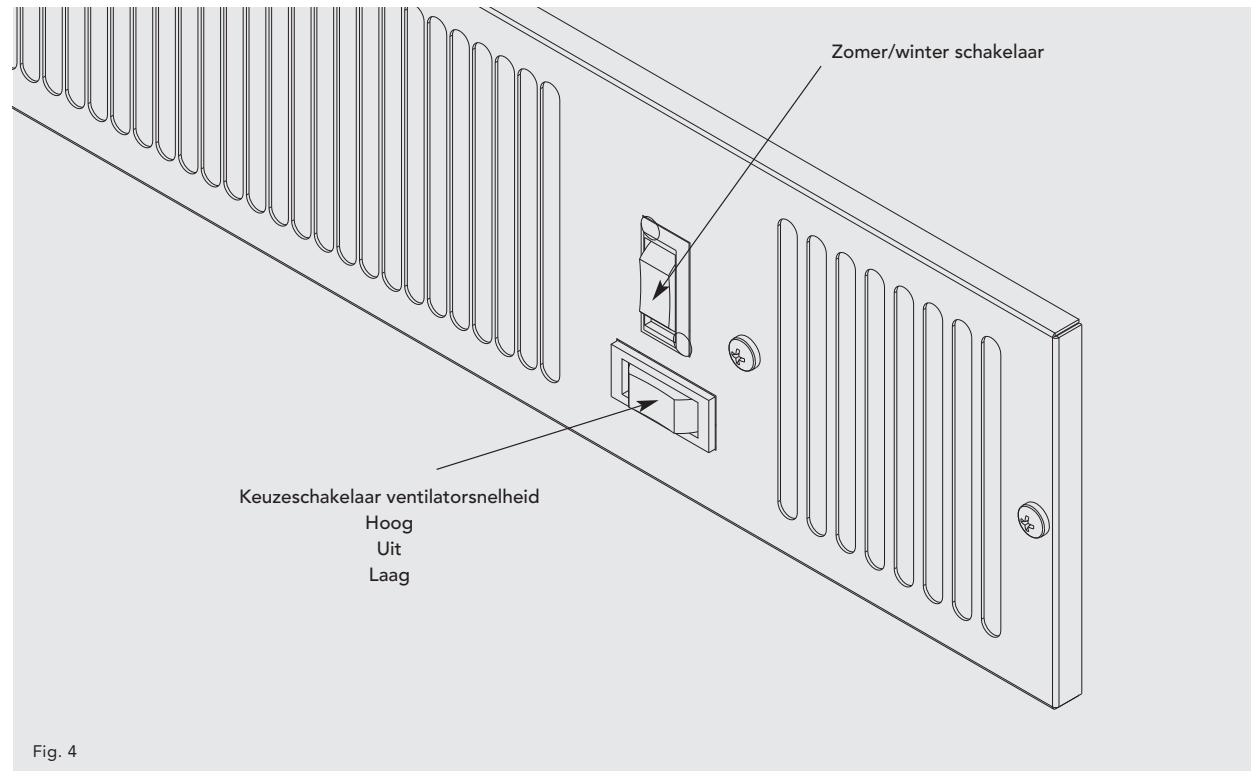

Fig. 4
- Voltooi de elektrische aansluiting, zet de KICKSPACE® aan en controleer deze op de juiste werking. (zie fig 4)